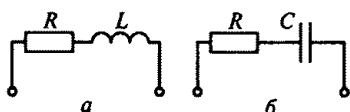

Рис. 137
4.2. Чему равны постоянные времени τ_a и τ_b контуров, соответственно показанных на рис. 137, a и b ? (Указать неправильный ответ.)